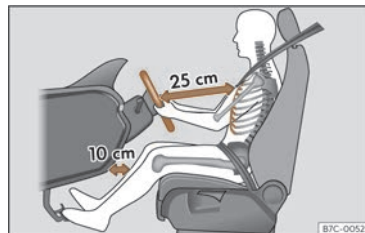

Fig. 12 Distanța corectă dintre șofer și volan trebuie să fie de cel puțin 25 cm (10 inch).
- Reglați volanul astfel încât să existe o distanță de cel puțin 25 cm (10 inchii) față de stern >>> **fig. 12** și să îl puteți ține cu ambele mâini de părțile laterale exterioare, cu brațele ușor flexate.